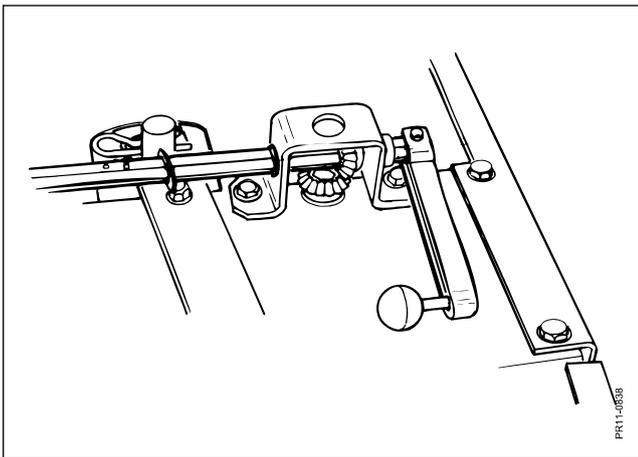

Fig. 3-4
**Fig. 3-4** beweglichen Achswelle eingestellt werden, die erst über die Kante gezogen wird, wonach die Stange gedreht werden kann.